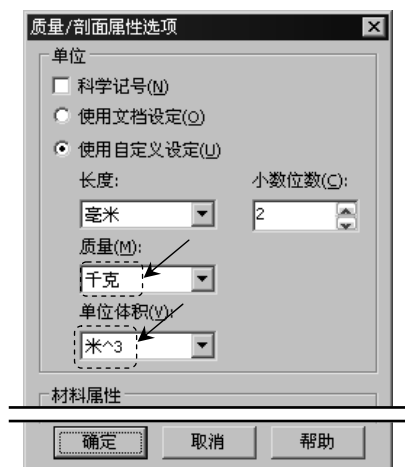

图 8.2.2 “质量/剖面属性选项”对话框
Step4. 在“质量属性”对话框中单击 **选项(O)...** 按钮, 系统弹出如图 8.2.2 所示的“质量/剖面属性选项”对话框。